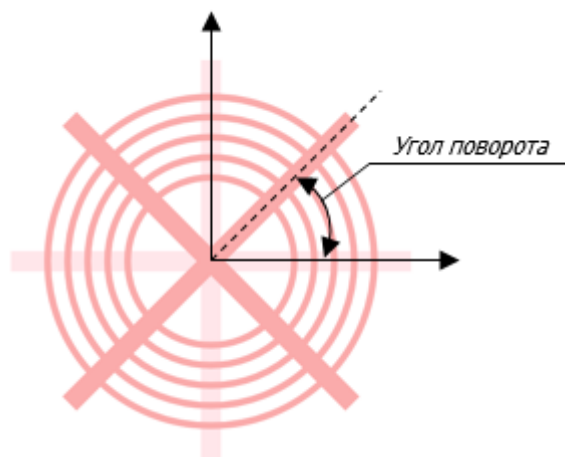

Рис. 135 Параметры апертур
- Угол – величина угла поворота горизонтальной осевой линии апертур против часовой стрелки, значение может быть задано в диапазоне 0 – 359° с шагом 1°, см. Рис. 135.